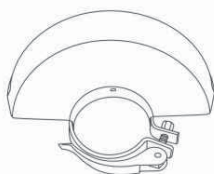

Fig. 4, carter de protection pour le meulage [13]
- > Utilisez le carter de protection pour le meulage [13] ouvert pour les applications de meulage (Fig. 4).